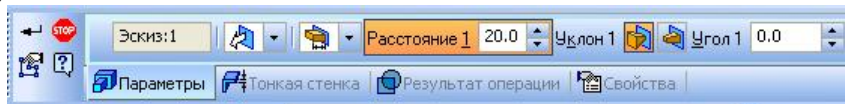

Рис. 9.
11. В строке параметров для операции выдавливания выберите следующие параметры: прямое направление, на расстояние, величина расстояния 20 мм, угол наклона 0 (рис. 9), тип построения тонкой стенки – нет (рис. 10).